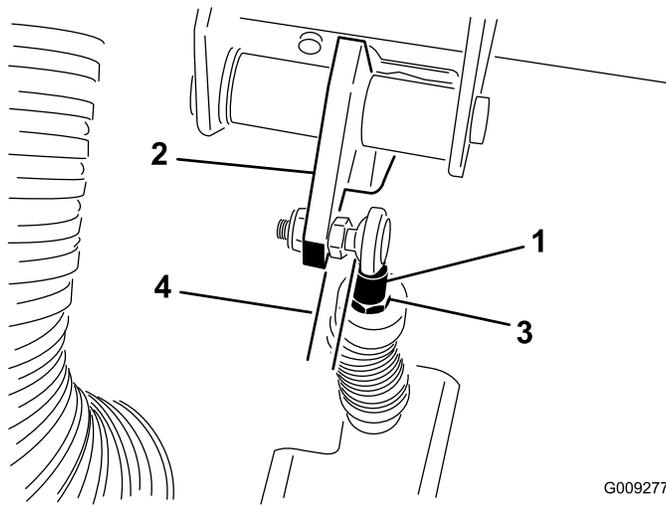

図 72
**重要** ジャムナットを締めた後、ロッドの端部がねじれずにぴったりボールに当たり、クラッチペダルと平行になっていることを確認してください 図 72。